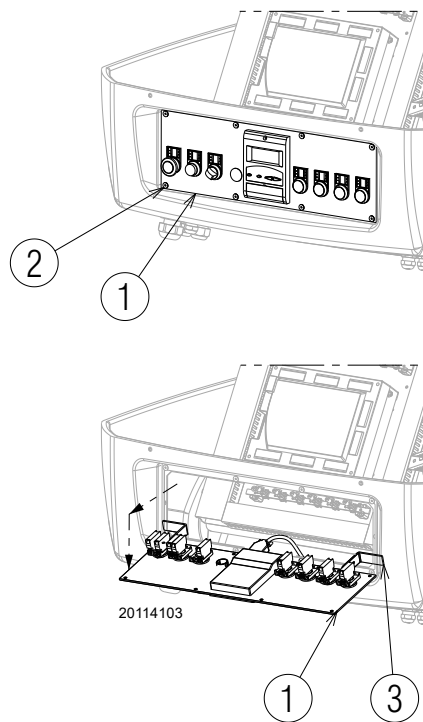

Abb. 44
- ziehen Sie die Bedientafel 1) heraus und drehen Sie sie um 90°, hängen Sie sie dazu mit den entsprechenden Bügeln 3) im Profil der Schalttafel ein, wie aus Abb. 44 ersichtlich;